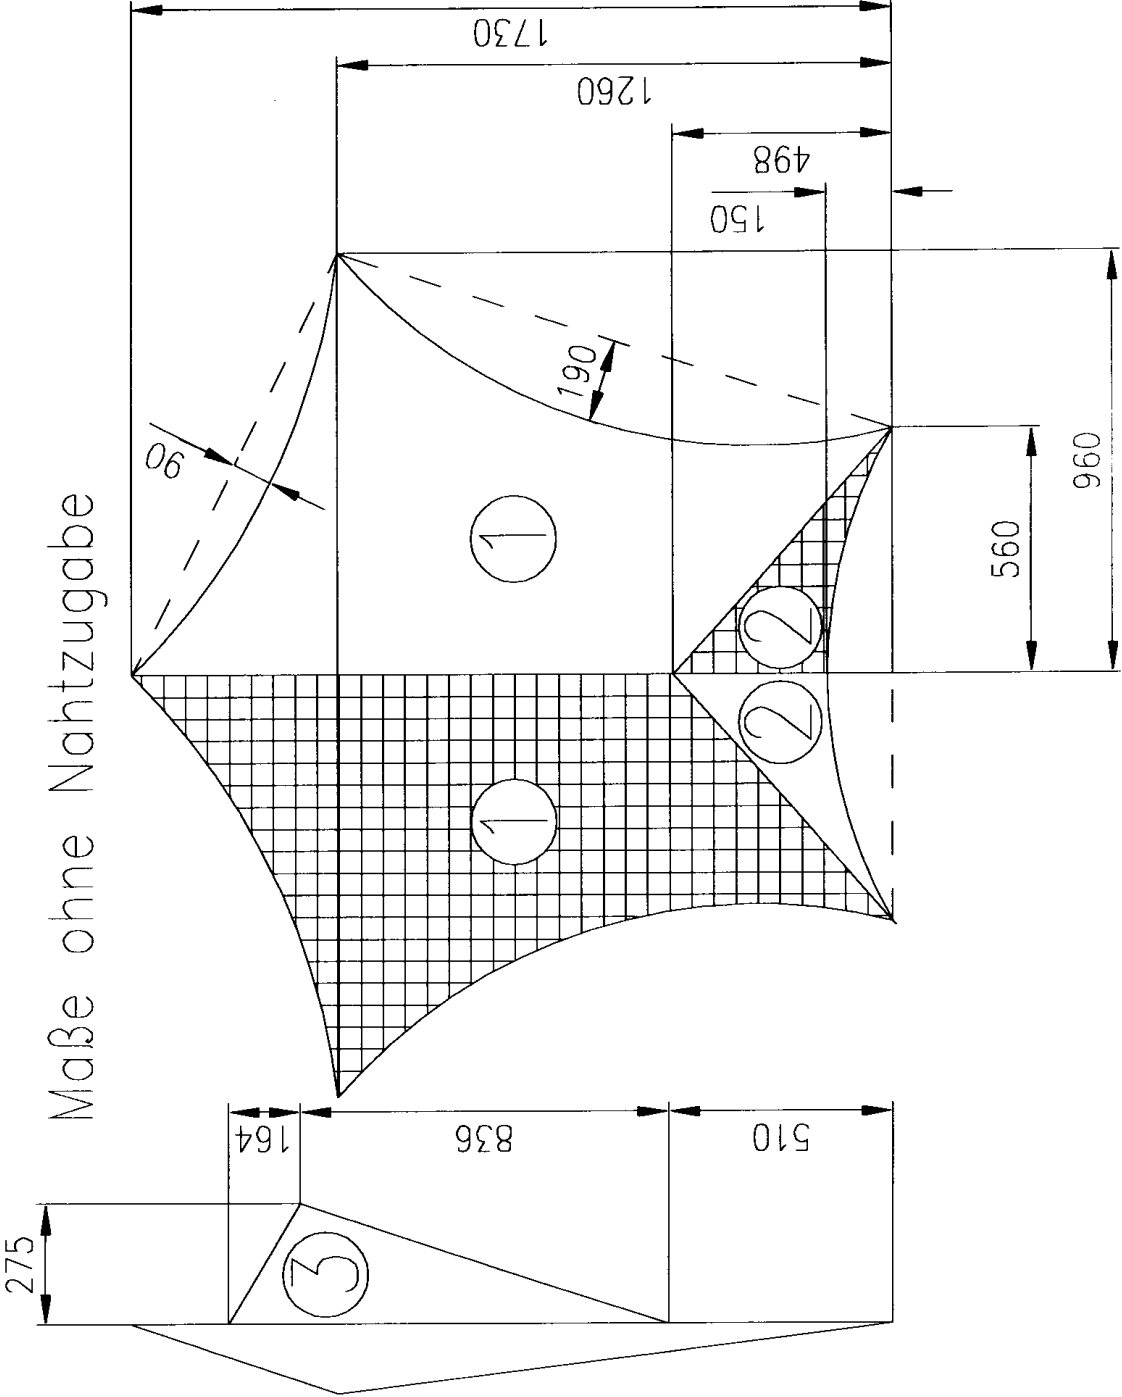

Abbildung 1
1. Schablonen für Teil 1 - 3 nach den Abbildungen 1 und 2 anfertigen, die Nahtzugabe beträgt 7 mm (im Abbildung 1 noch nicht berücksichtigt)